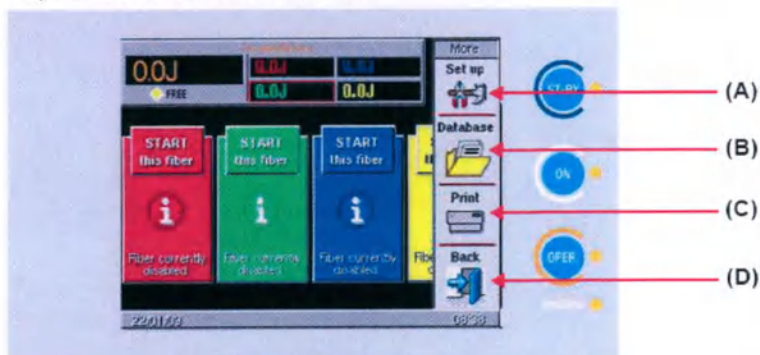
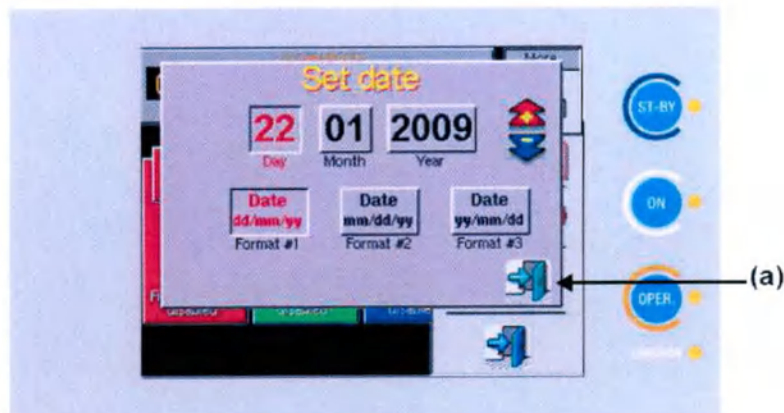

Рис. 27 – Меню «More»
Рис. 29 – Меню «Set date» («Установка даты»).
При нажатии на область слева **«More»** («Больше») в меню пользователя система аппарата выведет меню, показанное на Рис. 27.
Для возврата в меню пользователя User нажмите на область **«Back»** (Назад) – **(D)** на Рис.27 или в любой части кроме **«Other»** («Другое»).
Область, обозначенная на Рис. 27 как **(A)**, позволяет устанавливать время и дату системы, регулировать яркость экрана и выбирать язык.
Область, обозначенная на Рис. 27 как **(A)**, позволяет пользователю установить системную дату: система аппарата откроет меню, показанное на Рис. 29.
Нажмите одну из областей, называемых «Format #» («Формат»), чтобы выбрать формат даты между дд/мм/гг, мм/дд/гг и гг/мм/дд; нажмите красную стрелку «+» или синюю стрелку «-», чтобы изменить выбранный параметр числа, месяца или года. Для выбора параметра просто нажмите на соответствующую область: она будет выделена красным шрифтом – например, число на Рис. 29.
Чтобы закрыть окно, нажмите на область (A) на Рис. 29 – несохраненные изменения будут утрачены.
Функция «Database» («База данных») внутри дополнительных функций, (B) на Рис. 27 – позволяет пользователю хранить группы параметров процедур (например, количество используемых световодов, настройки и примечания о лечении), давая возможность автоматически вызывать и настраивать конфигурацию процедуры.
При нажатии на область, обозначенную на Рис. 27 как (B), система аппарата открывает окно «USER DATABASE» («База данных пользователя») на вкладке «Summary» («Краткое описание»).